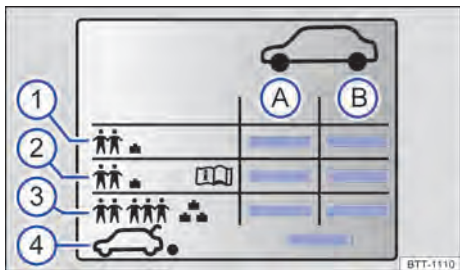

Fig. 204 Símbolos na etiqueta com as pressões dos pneus.
Indicações na etiqueta com as pressões dos pneus ⇒ Fig. 204:
Dependendo do veículo, a etiqueta com as pressões dos pneus pode ter uma pressão dos pneus de conforto ⇒ Fig. 204 (2). A pressão dos pneus de conforto possibilita aumentar o conforto da condução. Ao conduzir com a pressão dos pneus de conforto, pode aumentar o consumo de combustível.